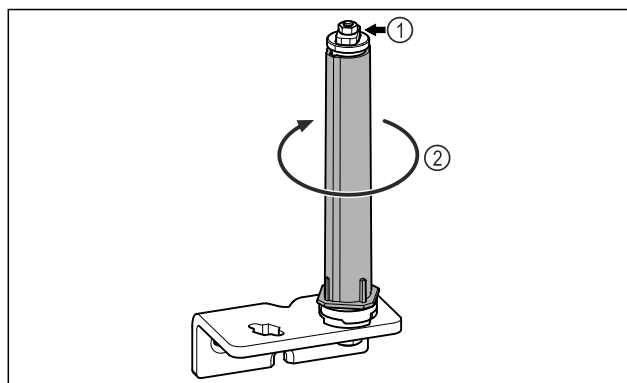

Fig. 13
- 请勿拆解关门系统 Fig. 13 (1)。
- 转动关门系统 Fig. 13 (2)，直至听到咔嚓声。